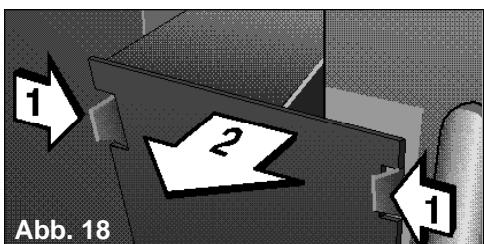

Abb. 18
- Öffnen Sie die Ventilabdeckung des Innengeräts. Jetzt können Sie die Anschlussstelle für den Schlauch sehen, siehe Abb. 18.